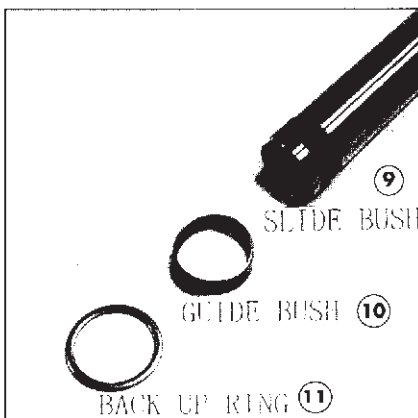

Fig. 3
- 3) Beide Teile auf Verschleiss oder Ritze prüfen. Wenn Kupfer auf der Einsetzenoberfläche zu sehen ist oder falls Ritze vorhanden sind, Hülsen ersetzen. Stützring ersetzen, wenn verformt (Fig. 3).
Si el anillo soporte estuviese torcido, sustitúyalo (Fig. 3).